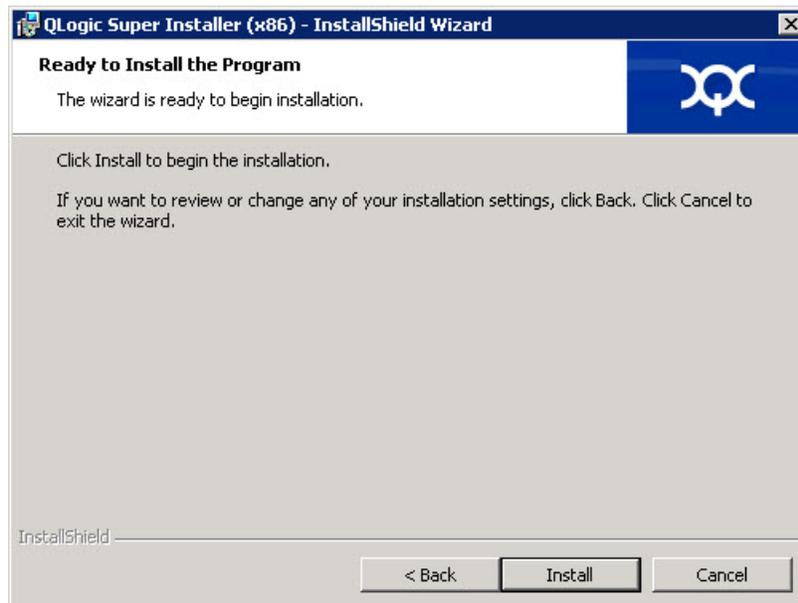

Figure 2-6. Assistant InstallShield : Fenêtre Prêt à installer le programme
7. Dans la fenêtre Prêt à installer de l'Assistant InstallShield (Figure 2-6), cliquez sur **Install** (Installer).